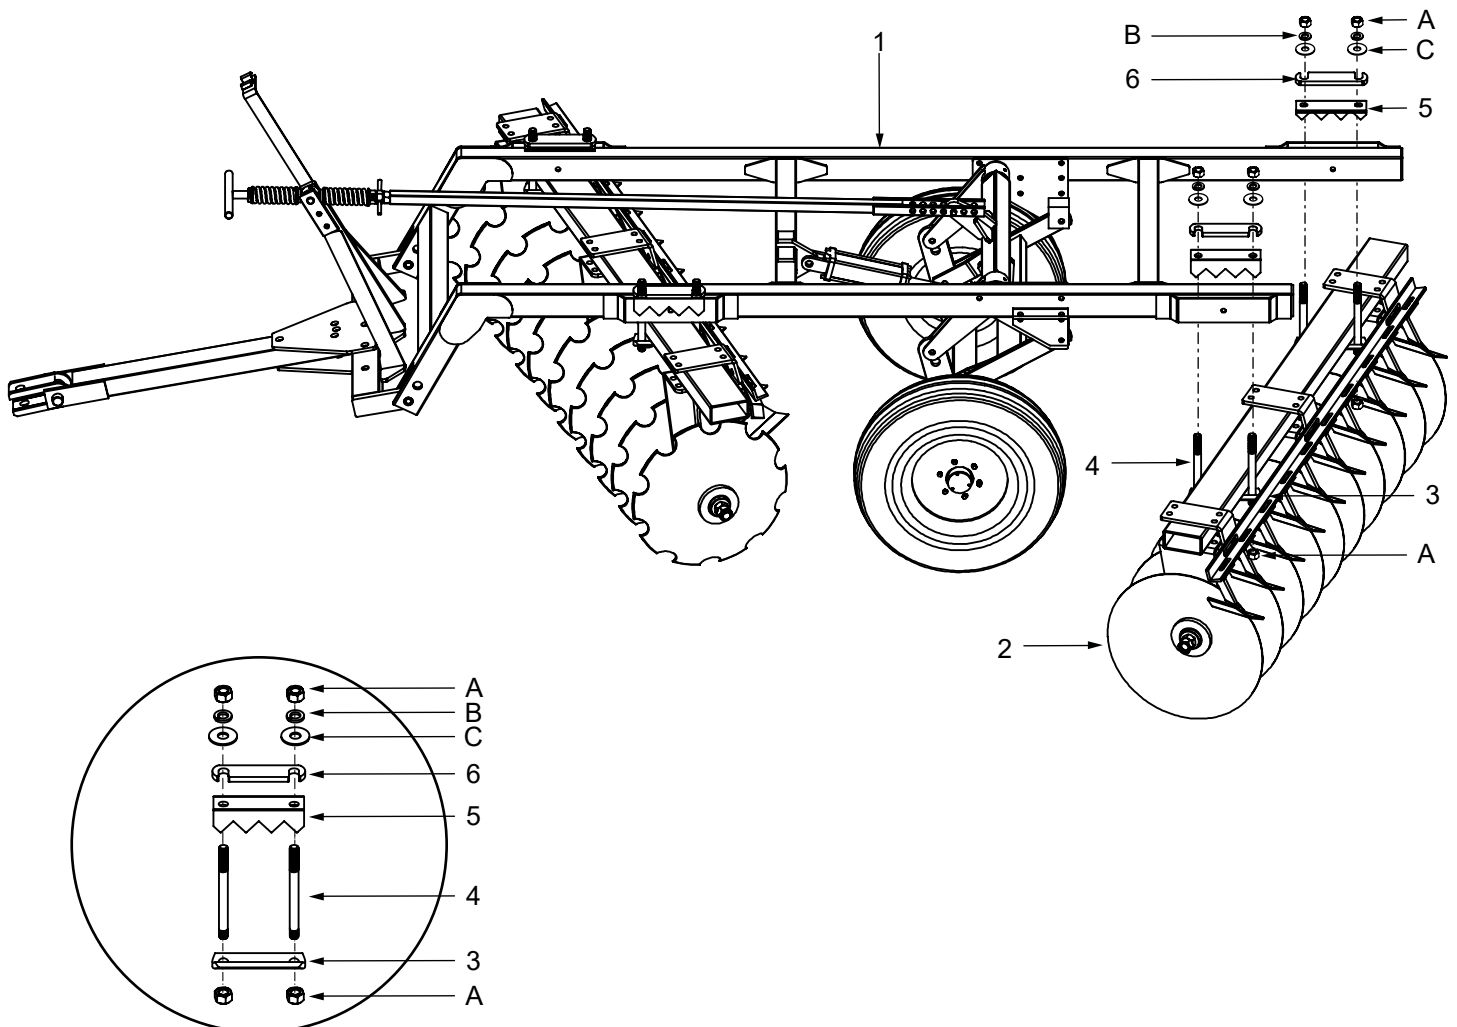

Imagen 2.4 - Ensamble abrazadera
2. La unión de los componentes abrazadera inferior, birlo abrazadera HTN ligera, ángulo dentado posiciones ligera y abrazadera superior conforman el ensamble abrazadera (Imagen 2.4)
3. De este ensamble, inserte la abrazadera inferior y el birlo de la abrazadera HTN ligera utilizando la tornillería proporcionada (A). Al instalar los componentes de cada abrazadera, el bastidor debe quedar centrado en relación con los soportes laterales del chasis y el buje ensamblado.